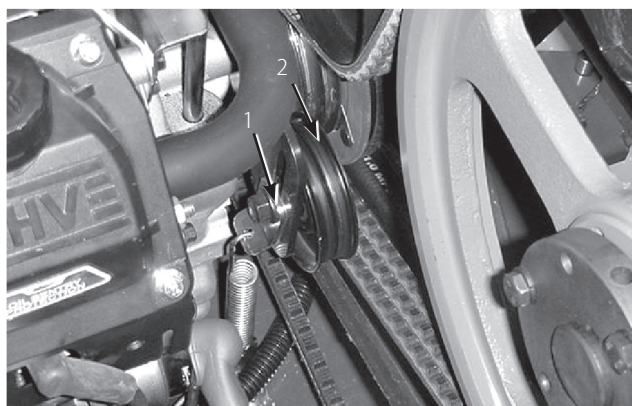

図 58
3. ポンプ・ベルトのアイドラ (図58) を動かせる程度にベルトをゆるめる。